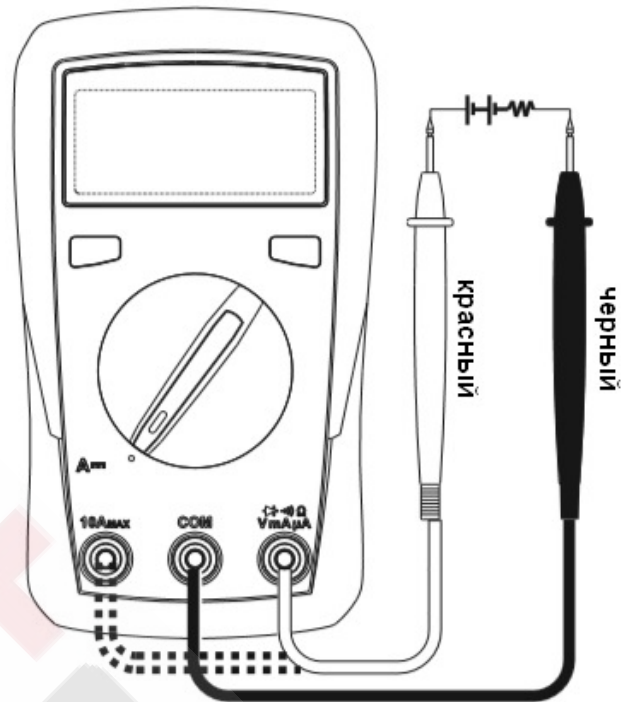

Рисунок 4
8.6. Измерение постоянного тока (см. рисунок 4)
8.7. Измерение переменного тока (только в модели UT33A+) (см. рисунок 4)